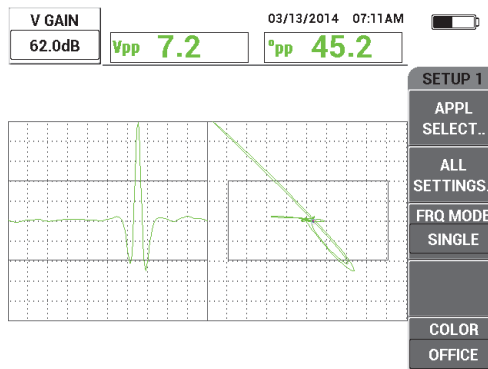

Figura 5-16 Ajuste de ganho vertical
5. Pressione a tecla GAIN (**dB**) mais duas vezes para acessar o parâmetro V GAIN e, em seguida, ajuste o ganho vertical com o botão até o sinal alcançar a parte superior da tela — 100% da altura da tela (veja Figura 5-16 na página 139).